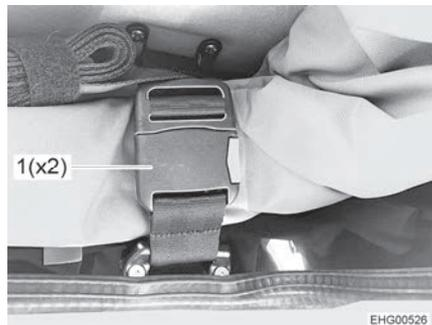

Fig. 45 Hebilla
- Abrir ambas hebillas (Fig. 45,1).